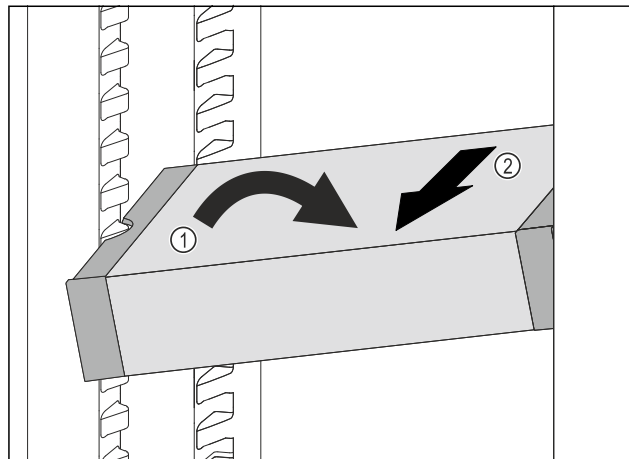

Fig. 102
- ▶ Poziționați oblic VarioSafe în frigider. Fig. 102 (1)
- ▶ Extrageți VarioSafe spre înainte. Fig. 102 (2)